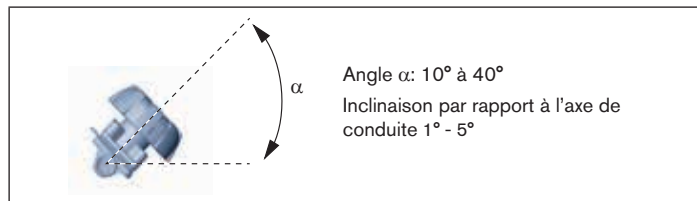
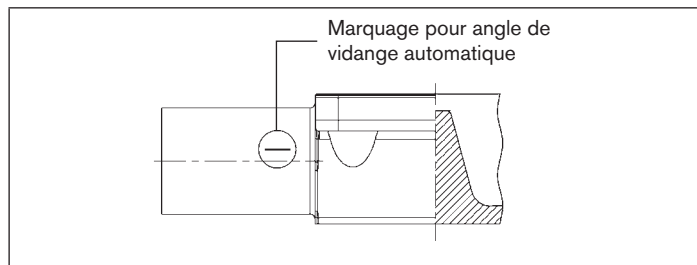

Fig. 5 : Montage permettre au corps de se vider automatiquement
Fig. 6 : Marquage pour position de montage correcte
- Montez le corps avec un angle d'inclinaison  $\alpha = 10^\circ$  à  $40^\circ$  par rapport à l'horizontale (voir Fig. 5). Les corps forgés et coulés présentent pour cela un marquage qui doit être dirigé vers le haut (position 12 heures, voir Fig. 6).